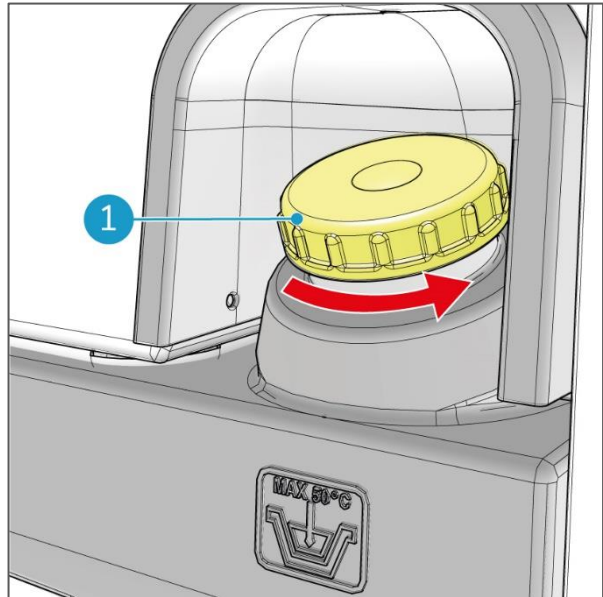

Figura 19
1. Extrae el tapón de llenado amarillo (Figura 19, pos. 1).